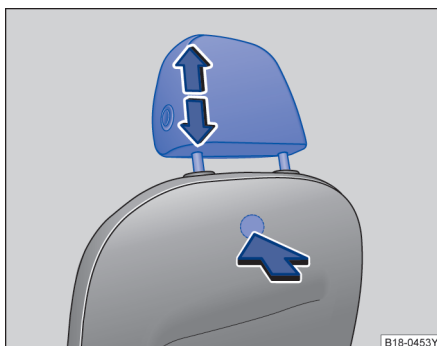

图 64 拆卸和安装前排头枕
- 按压座椅背部隐藏在座椅套内的按钮 → 图 64，将头枕完全拔出。